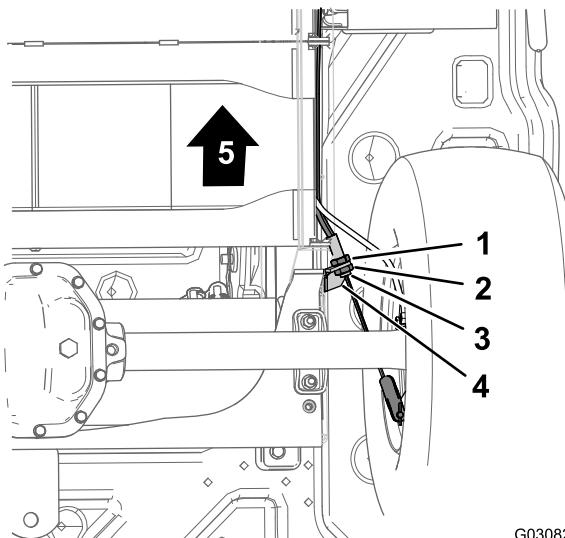

Figura 48
3. Na parte inferior da máquina, desaperte a porca de bloqueio traseira para o ajustador rosado do cabo do travão de mão 4 voltas (Figura 48).
4. Aperte a porca dianteira (Figura 48).
- A. Desaperte a porca de bloqueio dianteira (Figura 48) para o ajustador rosado do cabo do travão de mão 1 volta.
- B. Aperte a porca traseira (Figura 48).
- Desaperte a porca de bloqueio traseira (Figura 48) para o ajustador rosado do cabo do travão de mão 1 volta.
- Aperte a porca dianteira (Figura 48).